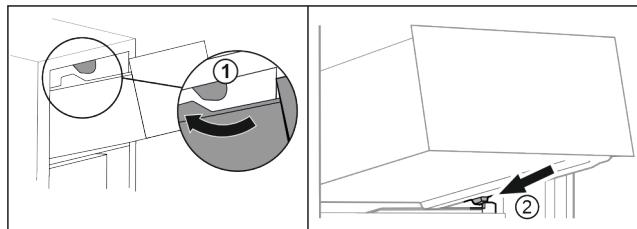

Fig. 94
- Duceți sertarul în jurul opritoarelor superioare. Fig. 94 (1)
- Așezați sertarul oblic în spatele opritoarelor inferioare pe nervura recipientului. Fig. 94 (2)